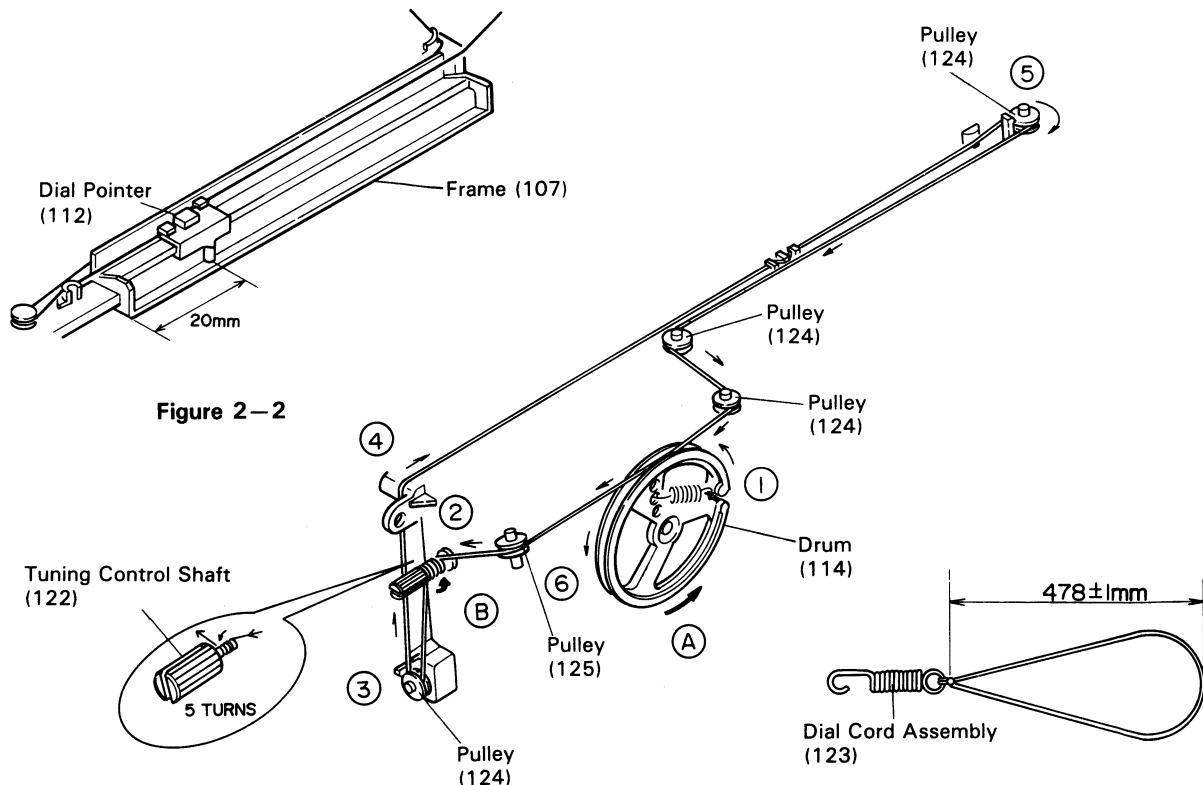

Figure 2—1
1. Turn the drum fully in the direction (A) shown in Fig. 2—1 and stretch its cord over the parts in the numerical order.
2. Then turn the tuning control shaft fully in the direction (B) shown in Fig. 2—1 and fix its pointer as shown in Fig. 2—2.
1. Die Trommel gemäß Abb. 2–1 bis zum Anschlag in Rich-
2. Die Abstimmstellerachse gemäß Abb. 2–1 bis zum An-
la Fig. 2–1 et passer le cordon sur les organes indiqués et
sens Ⓑ montré sur la Fig. 2–1 et fixer son index comme
le montre la Fig. 2–2.